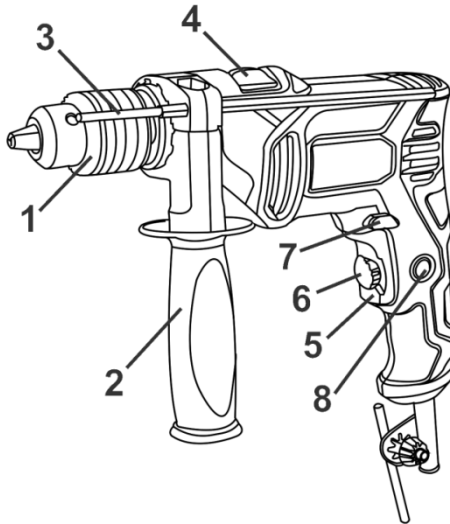

Рисунок 1
Перемикач режимів роботи виробу здійснюється переведенням перемикача (4) (див. рис.1) з одного крайнього положення в інше в сторону відповідного символу режиму роботи:
• Ударно-обертальний режим - перемикач (4) повинен бути переведеним до упору убік символу .
• Обертальний режим - перемикач (4) повинен бути переведеним до упору убік символу .
5.2 Виберіть необхідний режим роботи виробу за допомогою перемикача (4) (див. рисунок 1).
Перемикання режимів роботи виробу здійснюється переведенням перемикача (4, рис. 1) з одного крайнього положення в інше в сторону відповідного символу режиму роботи: